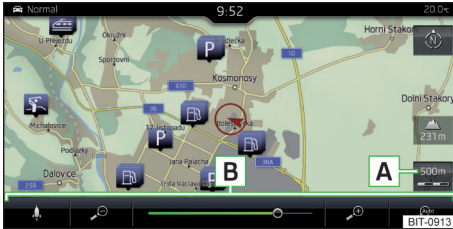
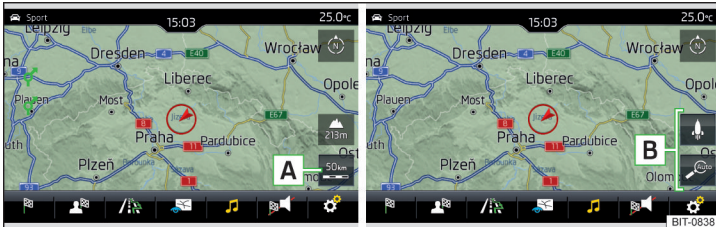

Abb. 228
Abb. 229 Funktionsflächen für die Kartenmaßstabsänderung: Infotainment Amudsen
» Die Funktionsfläche **A** » Abb. 228 bzw. » Abb. 229 antippen.
Im Bereich **B** » Abb. 228 bzw. » Abb. 229 werden Funktionsflächen für die Kartenmaßstabsänderung eingeblendet.
- » Die Funktionsfläche **A** » Abb. 228 antippen und den Schieberegler verwenden oder die Funktionsfläche  /  im Bereich **B** » Abb. 228 antippen (gilt für das Infotainment Columbus).